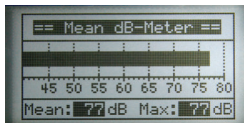

Fig.3
4. Suelde los 2 tornillos diagonales al panel frontal. Controle si la pantalla todavía está puesta en el medio de la pantalla. Suelde los 2 otros tornillos (fig. 3).